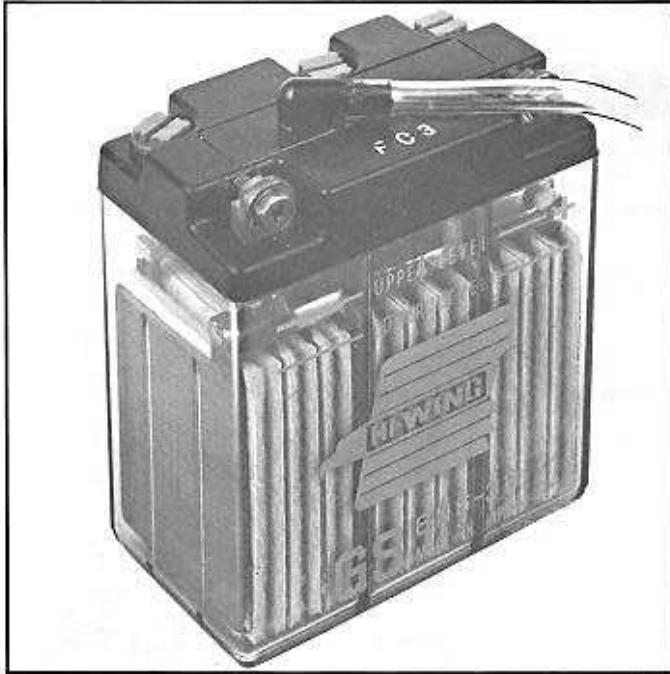

Fig. 1
- Brancher le tuyau plastique d'évacuation des vapeurs, en lieu et place du bouchon noir (fig. 1).